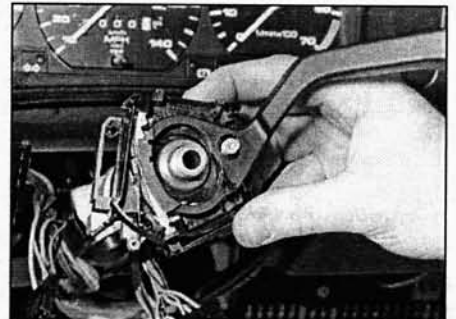

Рис. 5.5. Снятие переключателя стеклоочистителя/омывателя
- 5 Снимите переключатель омывателя ветрового стекла и отсоедините его электрический разъем (рис. 5.5).